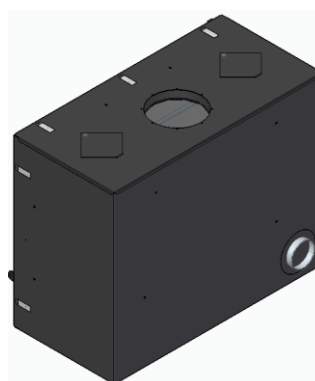

Figura 22 - Ligação ar externo
* O equipamento vem também com uma entrada de ar para combustão aberta por trás. Caso pretenda efetuar instalação ao ar exterior, terá que fazer a ligação a uma das opções de entrada de ar, por trás ou por baixo, se optar pela de trás, terá que trocar a tampa, passando para baixo, ver Figura 22.